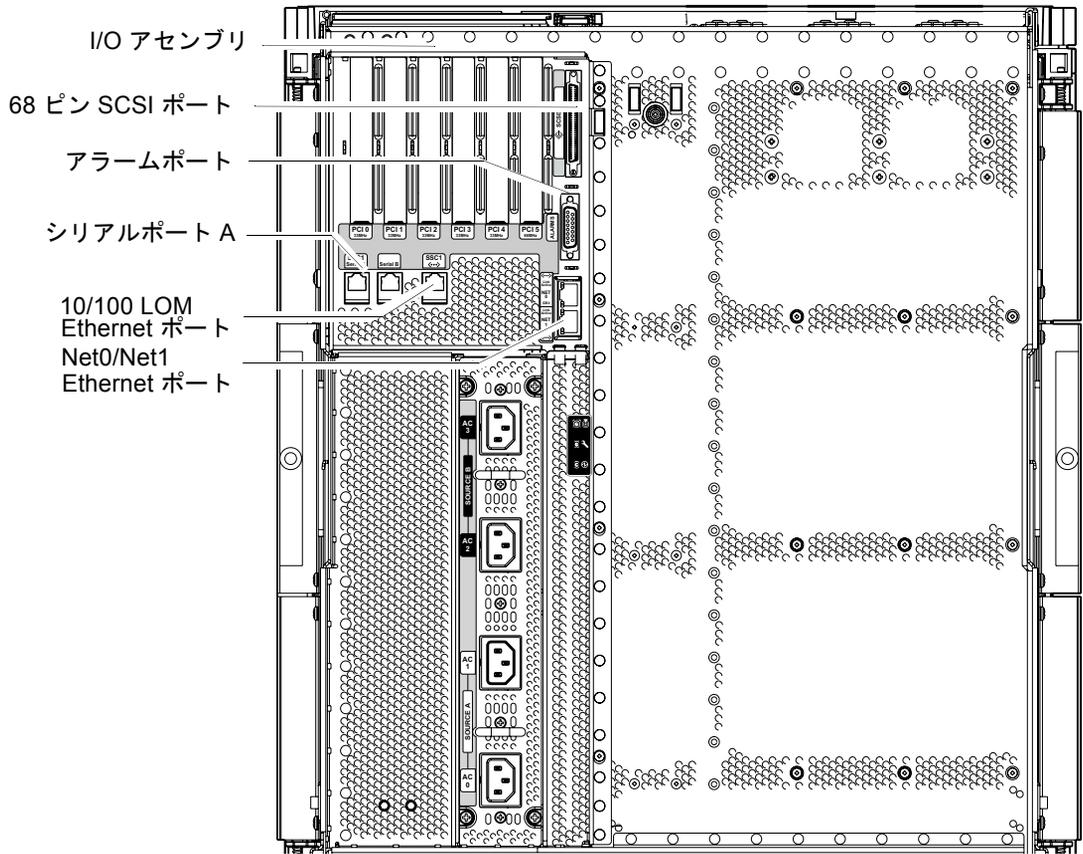

図 1-18 システムコントローラおよび I/O アセンブリの位置
1. I/O Ethernet ケーブルの一方の端を Net0/Net1 Ethernet ポートに接続します (図 1-18)。